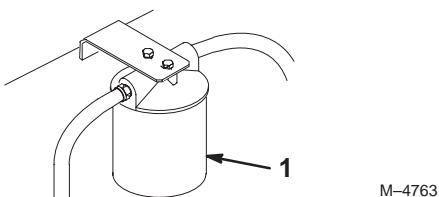

Figure 51
- Placez un bac de vidange sous le filtre, déposez le filtre usagé et essuyez la surface du joint de l'adaptateur (Fig. 51).